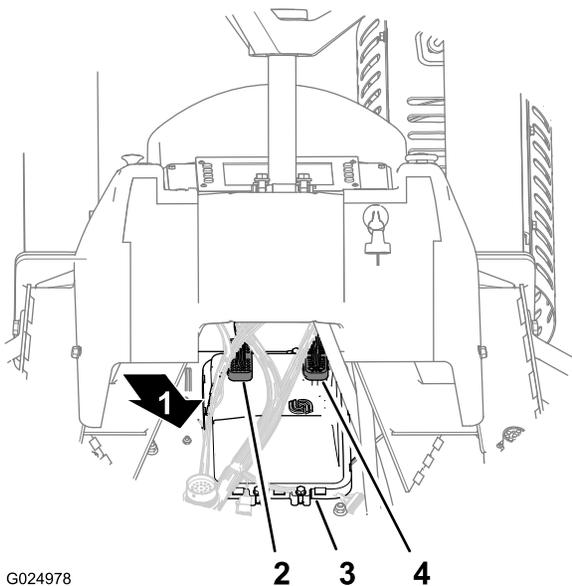

Figure 117
- Débranchez le connecteur à 50 douilles (CPU 1) au dos du module ordinateur (Figure 117).
- Débranchez le connecteur à 38 douilles (CPU 2) au dos du module ordinateur (Figure 117).
- Branchez le connecteur à 38 douilles (CPU 2) au dos du module ordinateur (Figure 117).
- Branchez le connecteur à 50 douilles (CPU 1) au dos du module ordinateur (Figure 117).